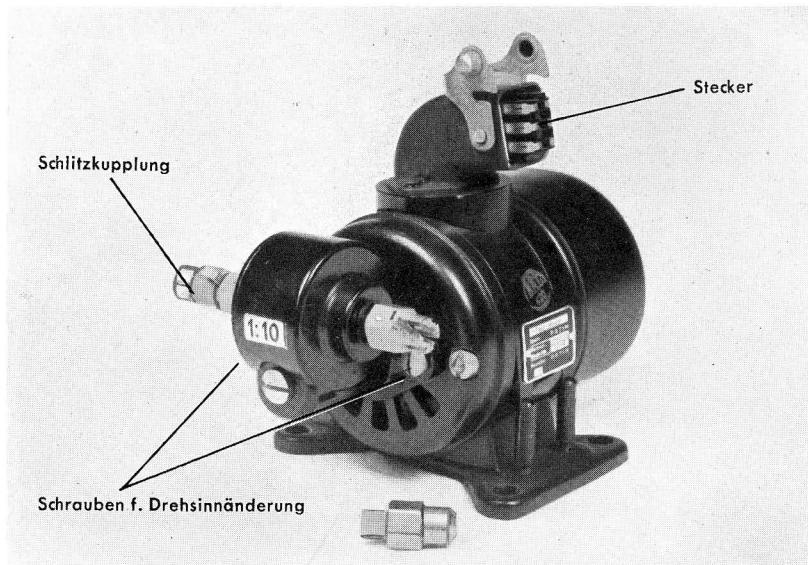

Abb. 5: Peilrahmenmotor PMO-13
7. Peilrahmenmotor PMO-13 Fl 23 376 (Abb. 5).
Der Peilrahmen und der Funkbeschicker werden durch den Peilrahmenmotor gedreht. Er wird mittels Schlitzkupplung und Überwurfmutter über starre Wellen mit dem Peilrahmen und Funkbeschicker verbunden. Seine Betätigung geschieht bei Handpeilung durch den Rahmendrehschalter (Abb. 3), bei autom. Peilung durch das Ausgangsrelais. Zur Änderung des Drehsinnes kann der Abtriebteil nach Lösen der beiden Schrauben (Abb. 5) um 180° verdreht werden.